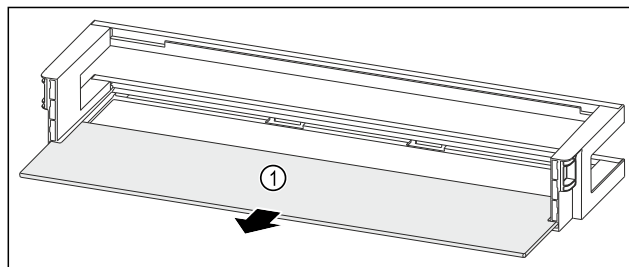

Fig. 130 Ajtópolc tárolólappal
- ▶ Vegye ki a tárolólapot Fig. 130 (1).